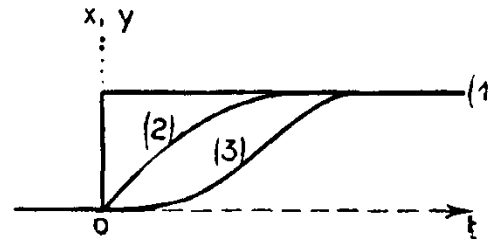

Fig. 234.
Imaginons qu'un chef donne un ordre de production, disant, « je veux 10.000 avions », ceci au temps  $t=0$ . Sur la figure 234, le nombre  $y$  d'avions produits est porté en ordonnées, et la courbe (1) est l'expression de la volonté du chef. Mais l'industrie, si elle est absolument prête, ne peut produire qu'à un débit donné, d'où une courbe (2) qui